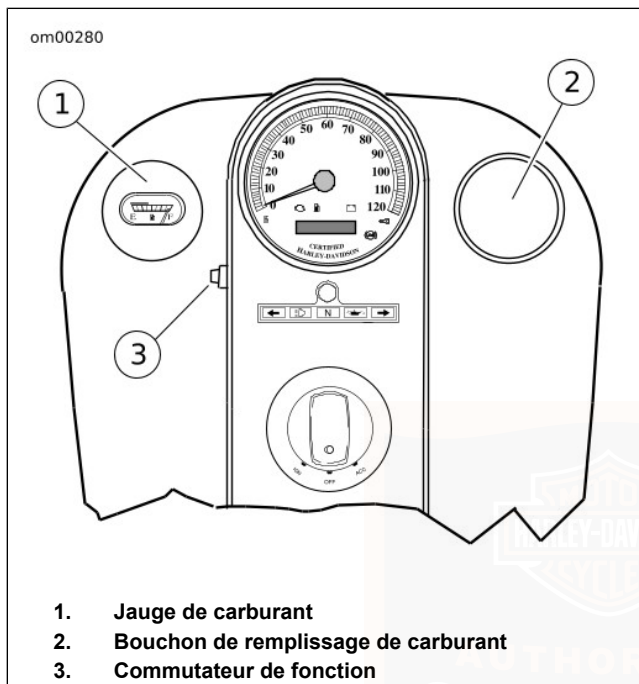

Figure 11. Réservoir de carburant : FLHR
- *Voir Figure 11. Le bouchon de remplissage de carburant du modèle FLHR se trouve sur le côté droit du réservoir de carburant. Le capuchon situé sur le côté gauche est la jauge de carburant et n'est pas amovible.*